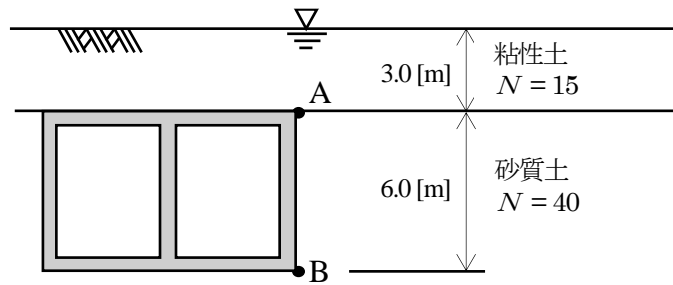

図1 地盤条件と開削トンネルの位置
- (1) 図1中の点Aにおける鉛直方向の全応力は、点Aより上の地盤が粘性土で、地下水位が地表にあることから、表1より土の単位体積重量を(①) [kN/m³] として求めればよく、(②) [kN/m²] となる。
- (2) 図1中の点Bにおける鉛直方向の有効応力は、地盤が2層構成となっていることから、(②) [kN/m²] に砂質土層分の鉛直方向の有効応力を加算して求めればよく、(③) [kN/m²] となる。
- (3) 図1中の点Bにおける水平方向の有効応力は、(③) [kN/m²] に点Bにおける静止土圧係数を乗じて求めればよく、表2より $K_0 =$ (④) として(⑤) [kN/m²] となる。